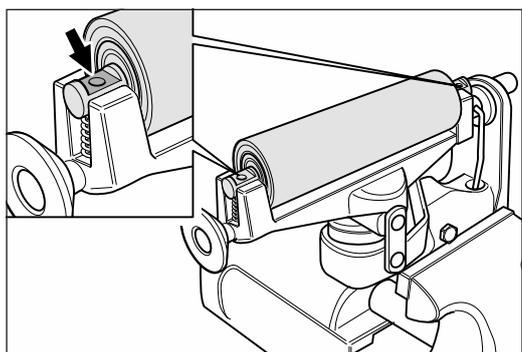

Abb. 58 Die neue Spannwalze in das Aggregat einlegen, wobei die Flächen an den Wellenenden nach oben zeigen müssen!
- 6 Setzen Sie die Druckfeder und die Spannwalze in das Aggregat ein. **Achten Sie darauf, dass die Flächen an den Wellenenden der Spannwalze nach oben zeigen (Abb. 58)!**